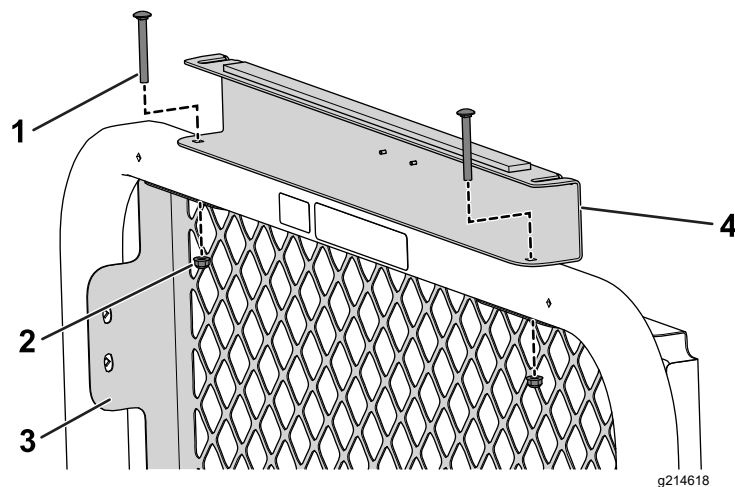

图 33
5. 使用 2 个托架螺栓5/16 x 2¾ 英寸和 2 个凸缘螺母 5/16 英寸将后顶篷支架和后滤网固定到翻车保护杆上 图 33。